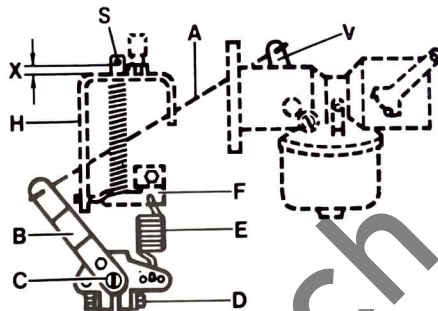

Fig. 6
1. Engager le ressort (E) dans le trou du milieu du levier (B), si ce n'est pas spécifié autrement, et dans le trou du guide de ressort (F).
2. Placer le levier (B) muni de la tringle (A) sur l'axe du régulateur (C) tout en engageant simultanément la tringle (A) dans le levier du papillon (V).
3. Mettre le papillon en position et s'assurer de ce qu'une distance de 2 mm (X, fig. 6) sépare la goupille (S) du support (H).
4. Serrer légèrement la vis (D) du levier (B). Maintenir le levier (B) en butée, en le poussant vers la droite et, à l'aide d'un tournevis, tourner l'axe (C) dans le sens inverse des aiguilles d'une montre, jusqu'en butée. Puis tourner le levier (B) dans le sens inverse des aiguilles d'une montre jusqu'en butée, serrer alors définitivement la vis (D).